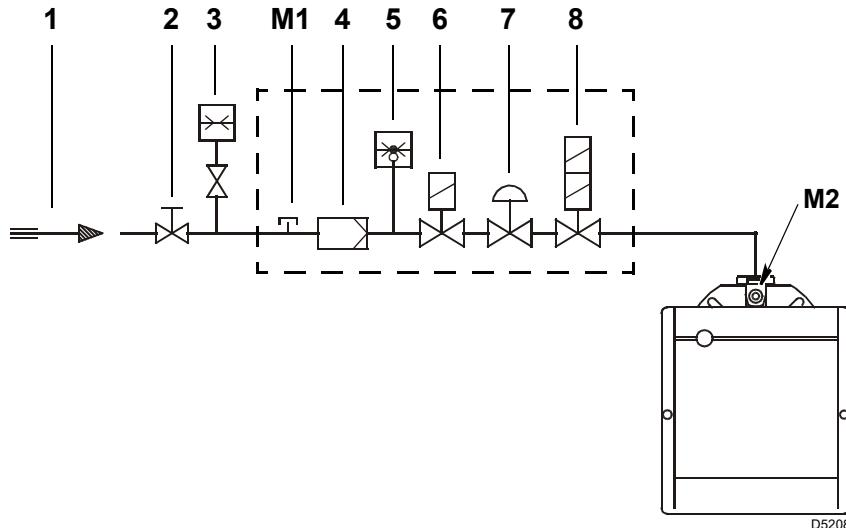

Fig. 17
Leyenda (Fig. 17)
Para conocer la presión del gas necesario en la toma M2)(Fig. 17). fijada la potencia máxima de modulación a la cual se desea que funcione el quemador:
- Leer a la derecha. columna 1. la presión en la toma M2)(Fig. 17).
Presión del gas en la toma (M2)(Fig. 17) = 10.0 mbar